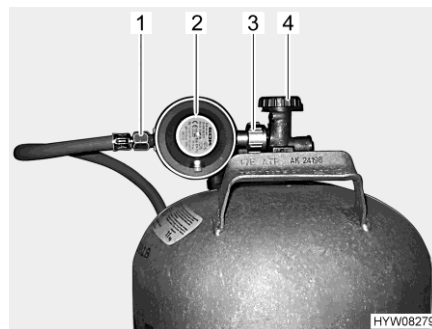

Bild 136 Anschluss Gasflasche
- Haupt-Absperrventil (Bild 136,4) an der Gasflasche schließen. Pfeilrichtung beachten.
- Gasdruckregler (Bild 136,2) festhalten und Rändelmutter (Bild 136,3) öffnen (in der Regel Linksgewinde).
- Gasdruckregler mit Gasschlauch (Bild 136,1) von der Gasflasche abnehmen.
- Gasdruckregler (Bild 136,2) mit Gasschlauch (Bild 136,1) an die Gasflasche ansetzen und Rändelmutter (Bild 136,3) zudrehen (in der Regel Linksgewinde). **Nicht** zu fest anziehen.